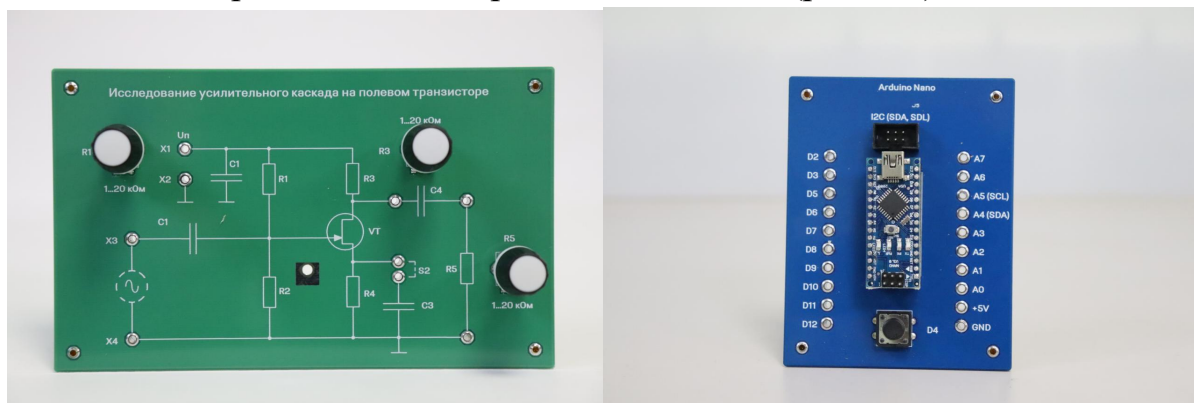

Рис. 2.1 Минимодули в виде функционально-законченных узлов
1. Для исследования функционально-законченных узлов (рис. 2.1).